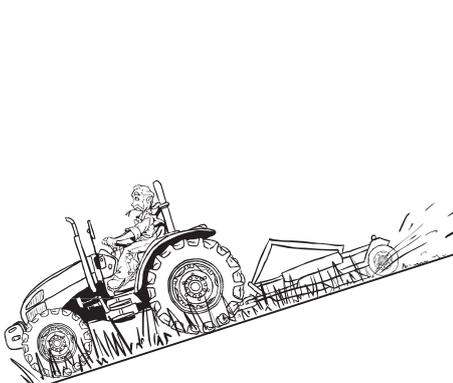

Abb.2-23
- Wenn das Überqueren eines Steilhanges erforderlich ist, vermeiden Sie es, bergseits einzuschlagen. Bremsen Sie ab und nehmen eine weite Kurve. Fahren Sie auf längs der Linien des maximalen Gefälles über den Hang, nie in der Querrichtung. Wenn Sie einen Hang hinauf- oder herunterfahren wollen, halten Sie den schwereren Teil des Traktors und das Gerät zur Bergseite zeigend. (Abb. 2-23)